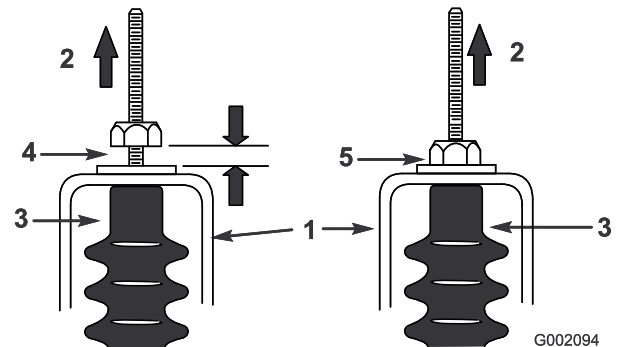

Bild 59
5. Ziehen Sie an jedem Schaltzug, um sicherzustellen, dass der Abstand zwischen der Mutter bzw. Scheibe und der Leerlaufhalterung zwischen 0,76 mm und 1,52 mm liegt (Bild 59).